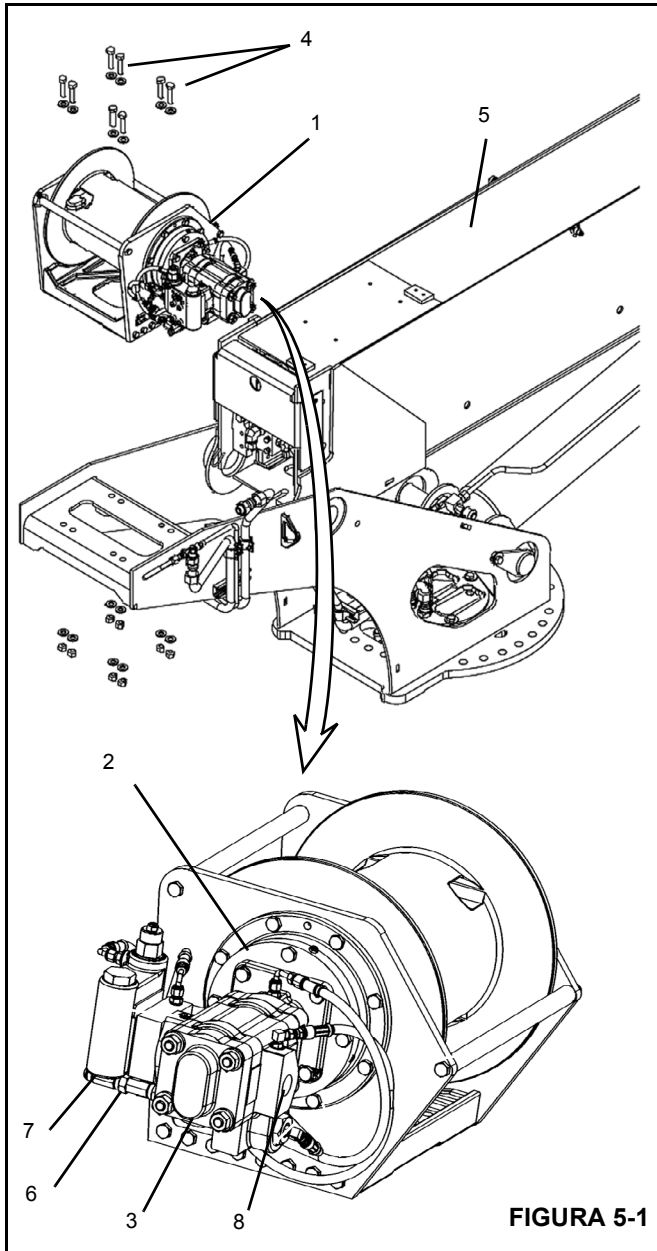

FIGURA 5-1
**NOTA:** Vea la Figura 5-1 para la identificación de los números de los artículos.
4. Saque los pernos de montaje (5) del malacate.